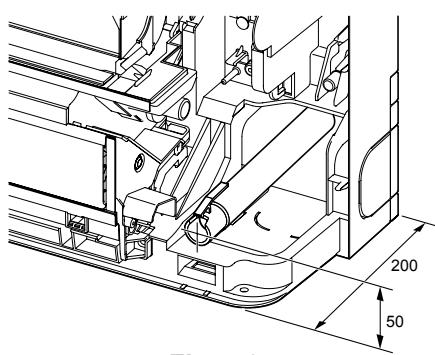

Fig. 5-3
• Lors de l'acheminement de la tuyauterie de vidange, veillez à acheminer le flexible de vidange comme indiqué. (Fig. 5-3)